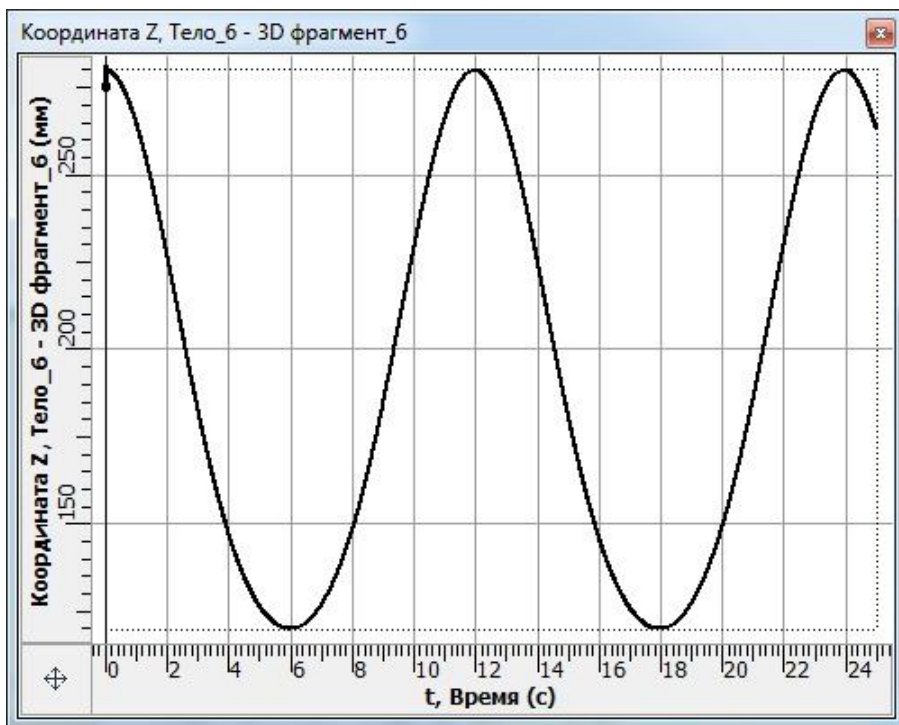

Рис. 1.13 – Пример графика зависимости перемещения главного поршня от времени
1.15.4 Воспользуйтесь инструментом «Создать результат»  на панели «Расчёт» вкладки «Анализ». Выберите для «Датчик_1» (датчик главного поршня) параметры вдоль оси его движения Z: координата Z, линейная скорость Z, линейное ускорение Z. Выберите для «Датчик_2» (датчик груза): координата X, линейная скорость X, линейное ускорение X. Соответствующие результаты появятся в папке «Результаты» текущей задачи. Открыв любой результат, можно посмотреть график изменения интересующей величины. Пример графика показан на рис. 1.13.